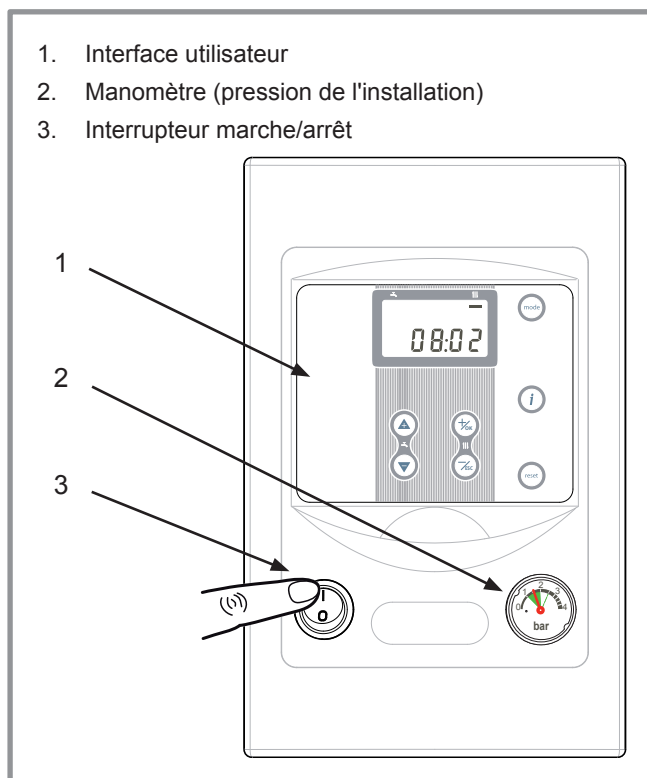

figure 3 - Mise en marche
- S'assurer que l'installation est bien remplie d'eau et correctement purgée et que la pression au manomètre (rep. 2, figure 3) est suffisante (1 à 2 bar).